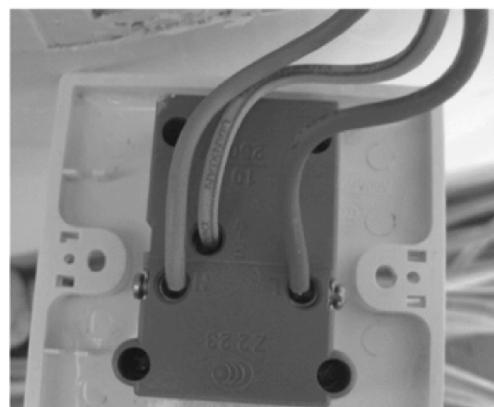

图6-23 连接完成的插座
7) 将接地线插入插座的接线孔中，再使用十字螺钉旋具，拧紧固定，如图6-23所示。